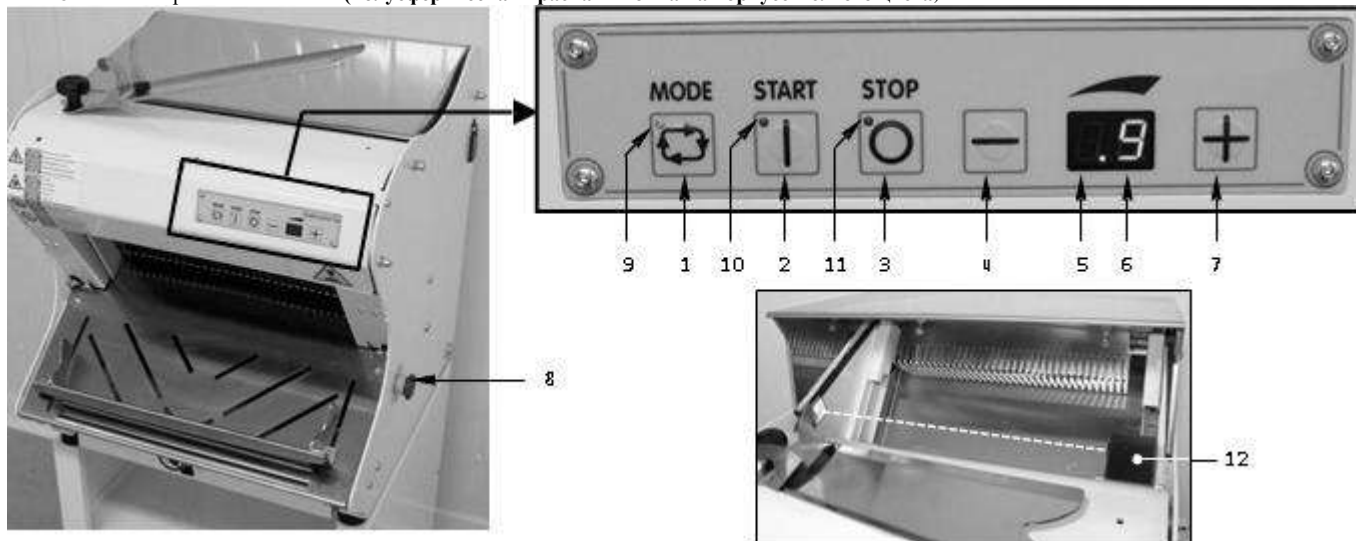

Рисунок 3 – Контрольные и командные устройства
- Аварийная кнопка, поз. 8 рисунок 3, выполняет команду остановки машины, отключения подачи электропитания к приводам и выключения пусковых устройств.
- Выключайте машину в конце каждого рабочего дня или рабочей смены. После того как машина остановилась, выполнив последний цикл (т. е. когда подающее устройство полностью вернулось в исходное положение и верхняя предохранительная крышка полностью открыта), нажмите кнопку остановки еще один раз, поз. 3 рисунок 3. Крышка закрывается, а ножи будут продолжать работать еще несколько секунд для смазывания с помощью войлочной прокладки, если таковая используется. И наконец, вытащите вилку из розетки.
Для того чтобы включить машину, вставьте вилку (уже вмонтированную) в розетку. Включается дисплей, поз. 5, рисунок 3. Подождите, пока на нем появятся четкие цифры и пока все светодиодные индикаторы, поз. 9 – 10 -11, стабилизируются (только светодиодный индикатор, поз. 8, все еще может мигать, если машина пребывает в режиме, в котором она была ранее до отключения). **Когда машина подключается к источнику питания, включается дисплей.**
Нажмите кнопку запуска, поз. 2, рисунок 3, чтобы произвести любые действия по сбросу (устройство подачи хлеба в исходном положении и предохранительная крышка полностью открыта) и позволить машине выполнять циклы нарезки.